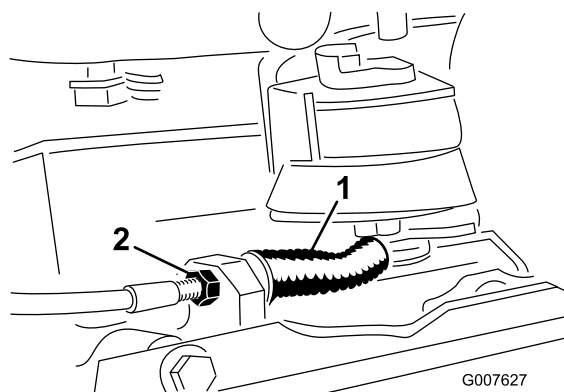

Figura 27
3. Per aumentare la tensione del cavo allentate il controdado del cavo anteriore e serrate il controdado del cavo posteriore (Figura 27) finché non occorre una forza di 2,3–3,2 per inserire il freno. Misurate la forza alla manopola della leva. Non regolate eccessivamente, perché la cinghia del freno potrebbe opporre resistenza.